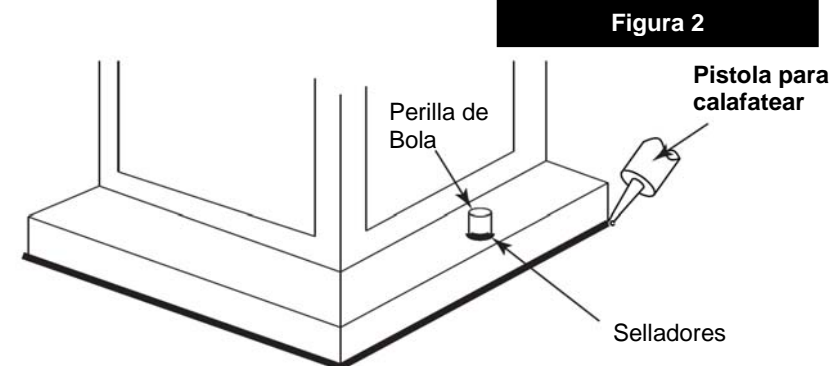

Figura 2
2. El cristal de este accesorio se instala alineando las arboledas (3) en el baso con las pestnas situadas en el interior de techo – Véase la **Figura 2**.
3. Para instalar vidrio (2) alinee las ranuras y deslice el vidrio arriba en la azotea. Gire el vidrio hasta firmemente en su lugar, a continuación, fije enroscando el tornillo (1) en el lugar bajo las ranuras de vidrio.
1. Conecte el cable de alimentación positiva (A) (normalmente negro el lado no marcado suave del cable de dos conductores) de plomo accesorio positivo (B) con un giro de tamaño apropiadamente conector – **Véase la Figura 2 y 3**.
2. Conecte el cable de alimentación negativa (C) (por lo general de color blanco o el lado marcado estriado del cable de dos conductores) de plomo accesorio negativo (D).
Loop alambre de tierra (E) (generalmente de cobre o verde recubierto de plástico) debajo de la cabeza del tornillo de tierra (S) en la brida de montaje accesorio (M) y conectar con el extremo suelto del cable de tierra luminaria directamente al cable de tierra del sistema de construcción con un tamaño adecuado twist-conectores – **Véase la Figura 2**.
Después asegurar fijo en su lugar, se recomienda que la distancia entre la parte superior y la base de montaje del accesorio se sellará con cualquier buen masilla impermeable de calidad o sellador de silicona (no incluido). También se recomienda que una pequeña capa de masilla o sellador de ser sometidos a los mandos de bolas utilizadas para montar accesorio – Véase la Figura 2.